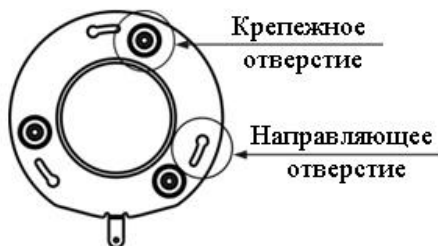

Рис. 4.2.2- Монтажная площадка
4. Извлеките из упаковки монтажную площадку и закрепите ее на месте установки подходящими по размеру винтами. В случае установки в коррозионной среде, обработайте монтажную площадку антикоррозионной краской. Крепление осуществляется на 3 (трех) винтах, устанавливаемых в крепежные отверстия (см. рис. 4.2.2). Винты также требуют антикоррозионной обработки после их установки (в случае применения в коррозионной среде).